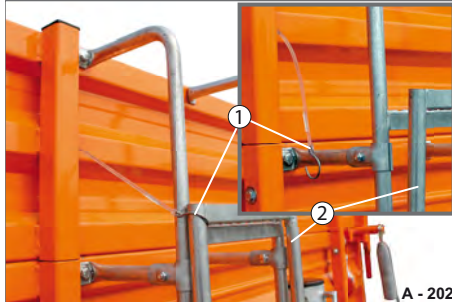

Abb. 219 Aufstiegsleiter entsichern
- ▶ Entfernen Sie den Sicherungshaken (Abb. 219/1) von dem ausklappbaren Teil der Aufstiegsleiter (Abb. 219/2).
- ▶ Heben Sie den ausklappbaren Teil (Abb. 219/2) etwas hoch und klappen Sie diesen vorsichtig herunter.